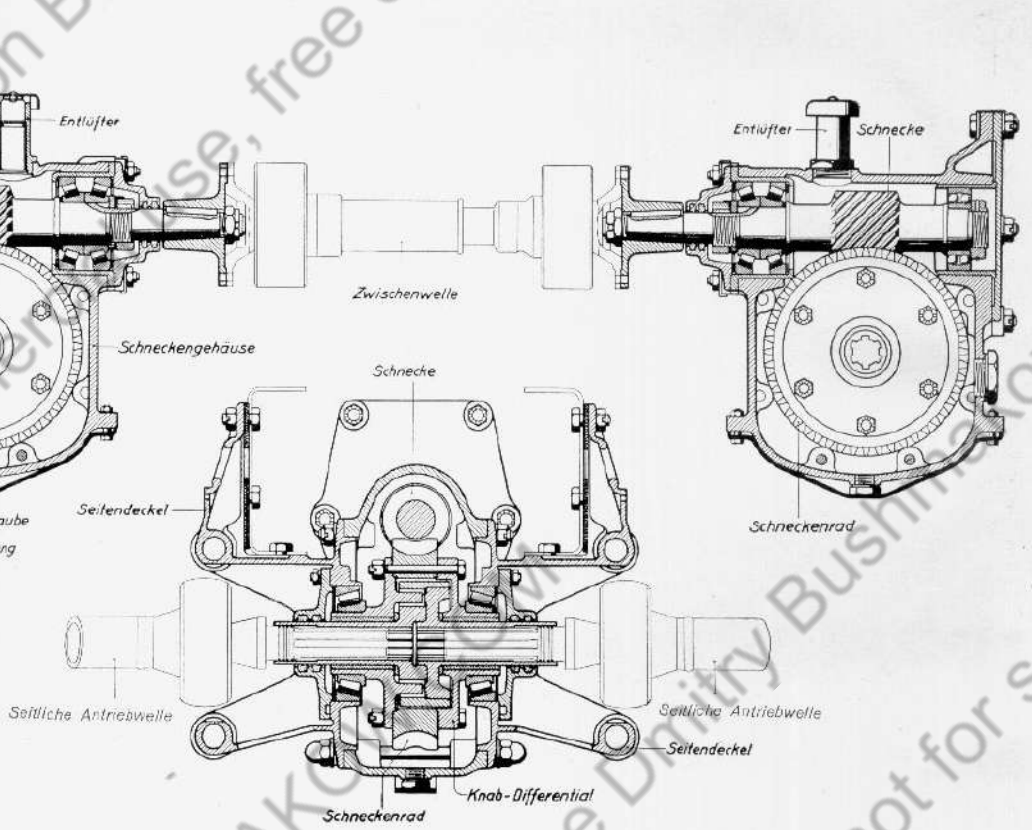

Bild 8. Hinterachsantrieb und Ausgleichgetriebe
4. Gelenkwellen (Bild 8 u. 11)
10. Hinterachsen, Hinterachsfedern und Hinterräder (Bild 8, 11 u. 12)